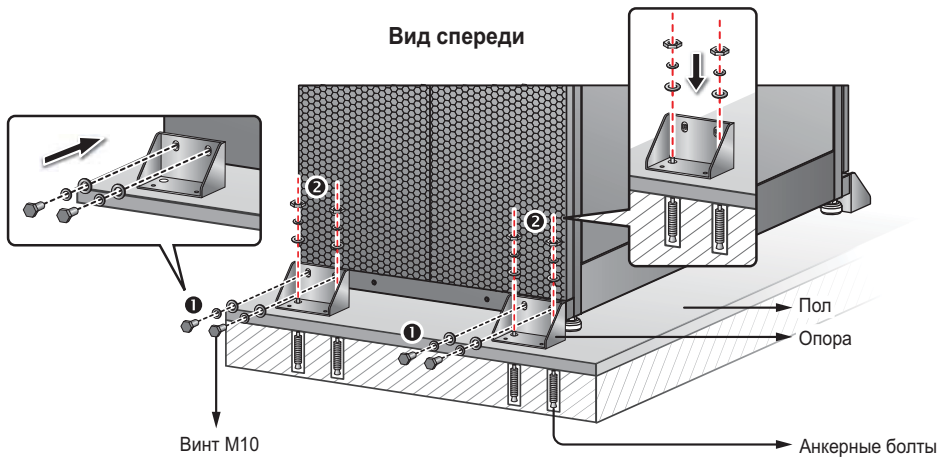

Рис. 5-3. Установка опор сзади
- 4) Торцевым ключом на 16 мм отверните 4 винта М10 ❶ и снимите с поддона две опоры, фиксировавшие ИБП при транспортировке. Прикрепите две опоры этими винтами к ИБП спереди. Для фиксации ИБП прикрепите опоры к полу анкерными болтами ❷ с гайками. Анкерные болты приобретаются отдельно. См. **Рис. 5-3**.